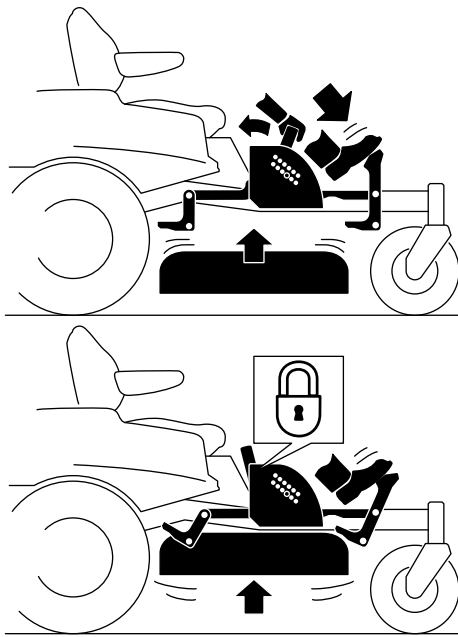

Figura 28
- Pise el pedal de elevación de la carcasa; siga pisando el pedal hasta que la carcasa quede bloqueada en la posición de transporte (Figura 28).
- Pise el pedal de elevación de la carcasa y tire hacia atrás de la palanca de bloqueo de transporte para desactivar el bloqueo de transporte (Figura 28).
4. Pise el pedal de elevación de la carcasa y tire hacia atrás de la palanca para desactivar el bloqueo de transporte (Figura 28).